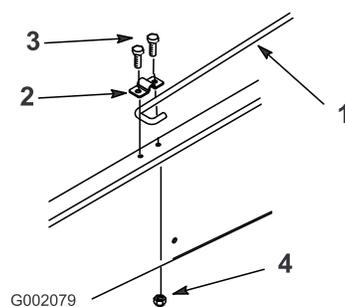

Figura 10
6. Allentate il bullone che fissa la graffa dell'asta di supporto al telaio, finché non riuscite a inserire l'estremità a gancio dell'asta di supporto sotto la graffa (Figura 10).
7. Serrate il bullone e fissate l'altra estremità della graffa con un bullone (5/16 x 3/4 pollice) e un dado flangiato (5/16 pollice) nuovi (Figura 10).